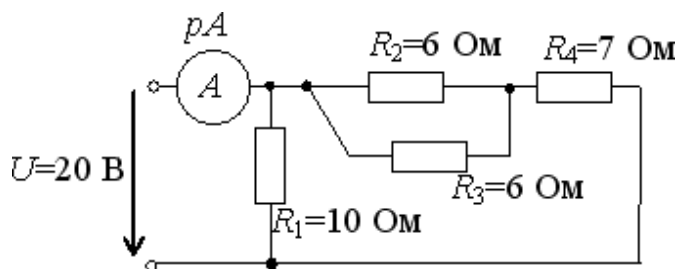

Рис.7
84. Определить показания амперметра для приведенной цепи (Рис.7).